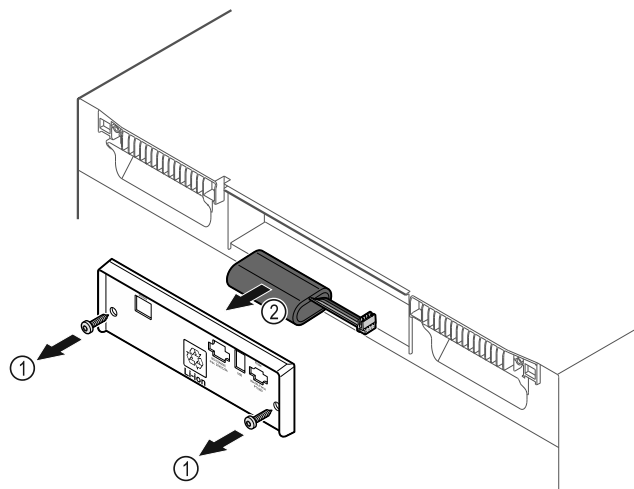

Fig. 240
- ▶ Dévisser les vis et retirer le couvercle situé à l'arrière de l'appareil Fig. 240 (1).
- ▶ Débrancher et retirer la batterie Fig. 240 (2).